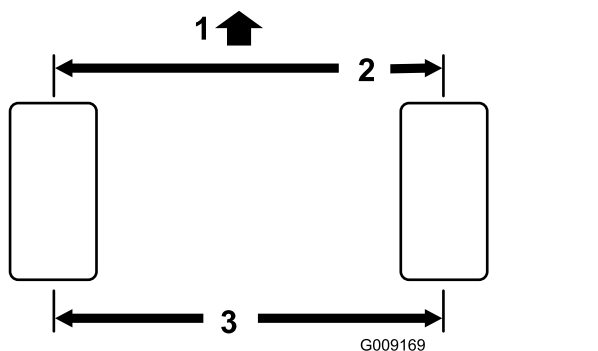

図 108
2. 後輪の前と後ろで、左右のタイヤの中央線間距離を測るアクスルの高さ位置で計測 図 108。